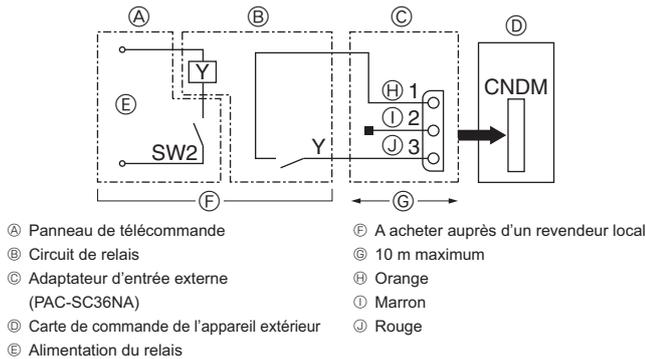

Fig. 9-2
① Etablir le circuit comme illustré lors de l'utilisation de l'adaptateur d'entrée externe (PAC-SC36NA). (Option)
9.2. Fonction de demande (modification sur site) (Fig. 9-2)